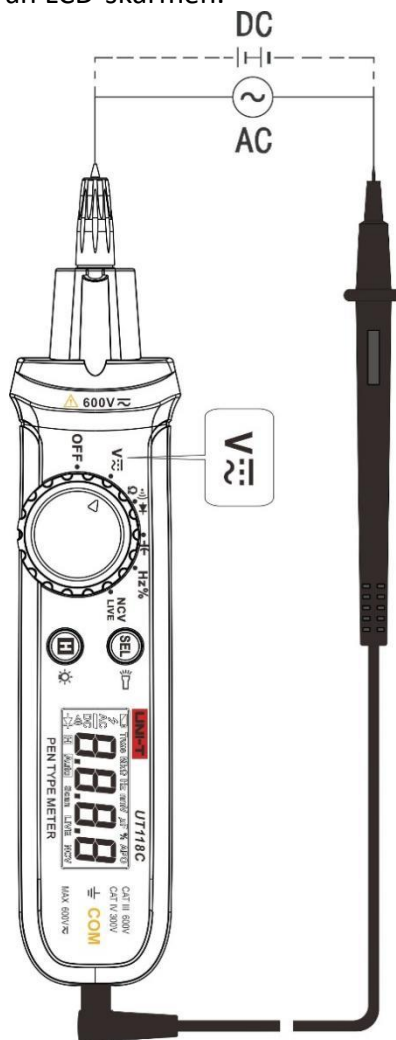

Bild 3
11.1 Mät DC/AC-spänning (Bild 3)